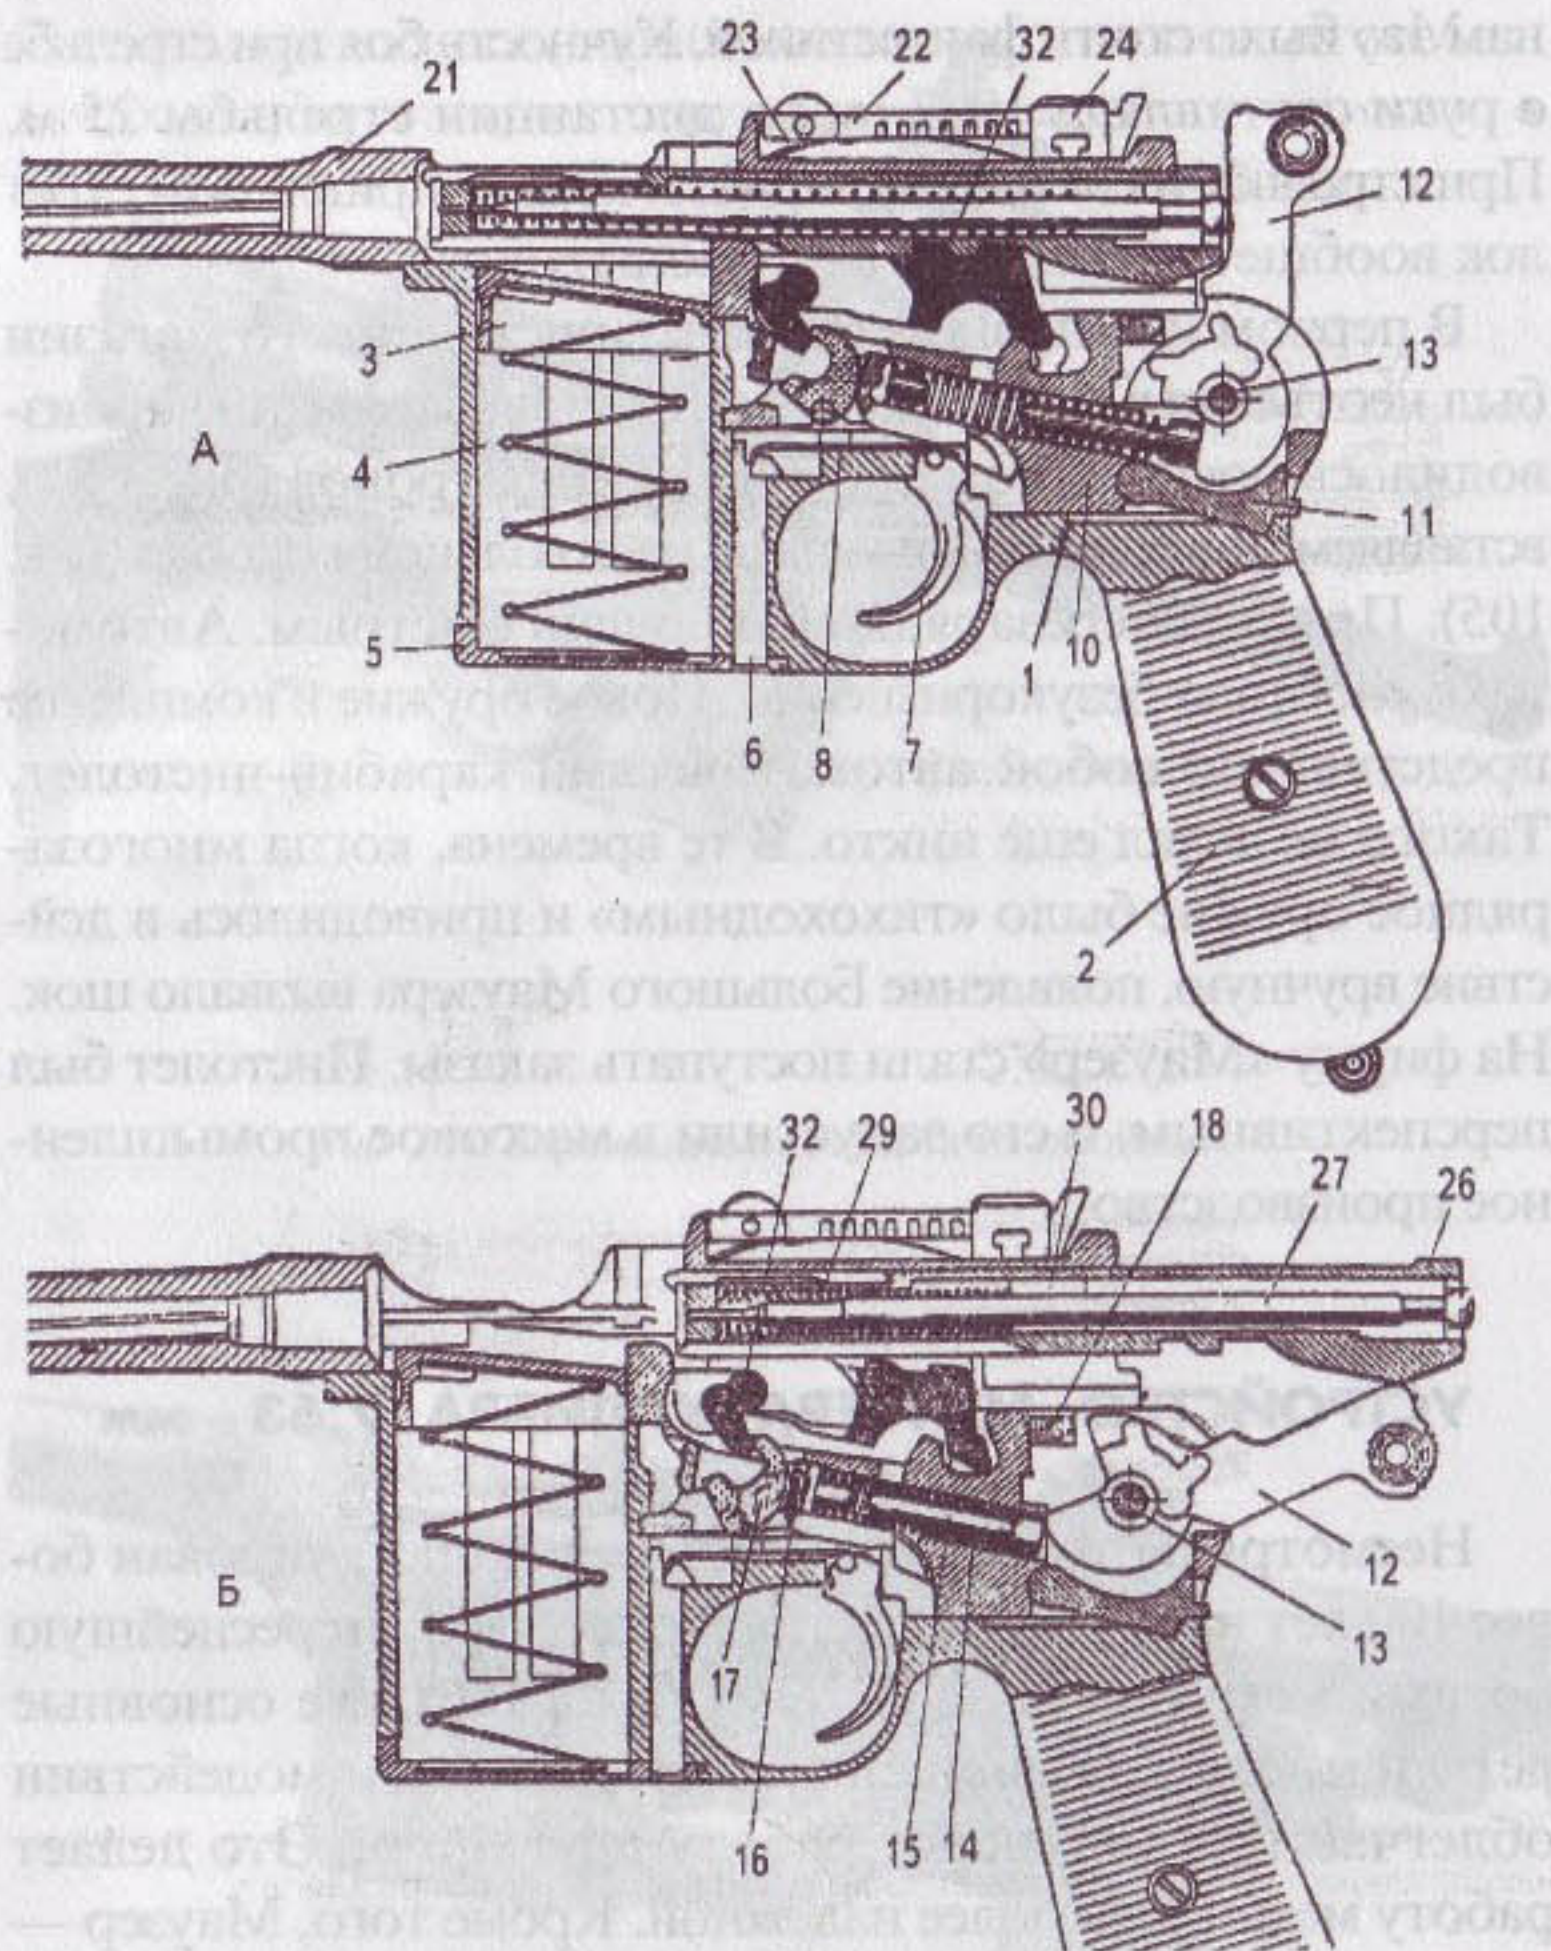

Рис. 106. Разрез пистолета по оси:
Несмотря на то что этот пистолет сконструирован более 100 лет назад, он представляет собой интереснейшую боевую механическую систему (рис. 106), где основные детали многофункциональны и в тесном взаимодействии облегчают и дополняют работу друг друга. Это делает работу механизма более надежной. Кроме того, Маузер — первая в мире оружейная конструкция, где вращающиеся детали крепятся не на стальных осях-шпильках, а посредством специальных выступов на деталях, на так называемых цапфах, которые посажены для вращения в специальные пазы массивных основных деталей. Это свело к минимуму количество мелких частей и винтовых соединений.
- ♦ ствола, затвора и запирающей защелки, образующих подвижную систему (рис. 106–109);